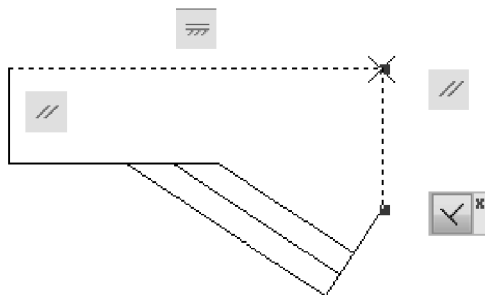

图 10-3 垂直约束
- 在约束栏上滚动浏览约束图标时，将亮显与该几何约束关联的对象，如图 10-3 所示为垂直约束的关联对象。